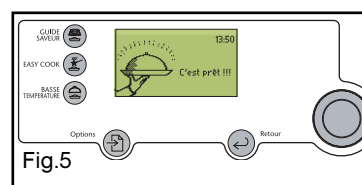

Fig.5
- Le four sonne et s'éteint lorsque la durée de cuisson est terminée et votre écran vous indique alors que le plat est prêt (fig 5).